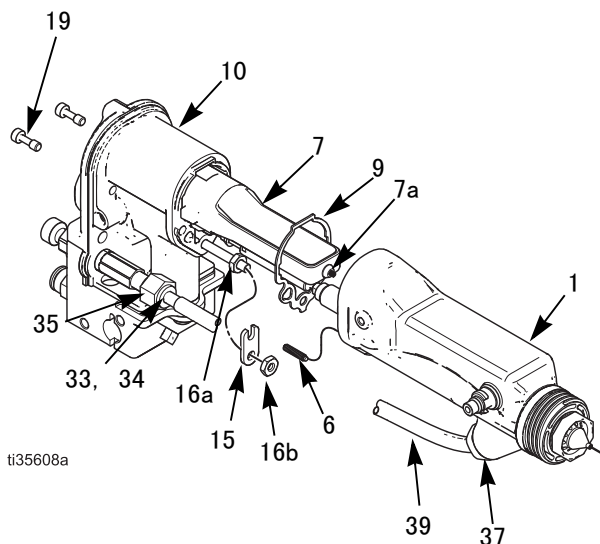

图 27. 枪筒安装
1. 确认垫片 (9) 和接地弹簧 (6) 是否安装到位, 垫片空气孔是否已正确对齐。垫片如有损坏, 请予以更换。
2. 确保弹簧 (7a) 在供电电源 (7) 尖端的适当位置。参见图 27。在供电电源尖端涂抹大量绝缘润滑脂。将枪筒 (1) 放到供电电源上方并放到喷枪枪身 (10) 上。
3. 对角并均匀地拧紧两个枪筒螺钉 (19) ( 妥贴后大约再拧 1/4 圈或采用 20 ± 5 英寸-磅或 2.3 牛米的扭矩 )。不要拧得过紧。